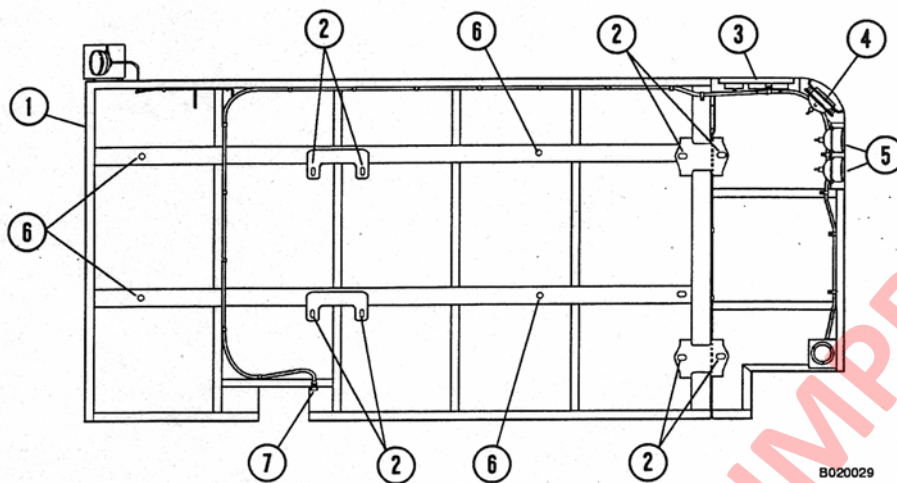

FIGURA 2-3. MONTAJE TÍPICO DE ESTRUCTURA DE PLATAFORMA
3. Saque la estructura de montaje del conjunto de la rejilla de las cuatro ubicaciones (6) como aparece en la Figura 2-3.
5. Desconecte el cableado eléctrico en el conector (7, Figura 2-3). Inspeccione bajo la plataforma y de ser necesario, saque los cables o mangueras que queden. (No es necesario retirar los cables de iluminación y abrazaderas).
7. Saque la estructura de montaje de la plataforma del soporte delantero (2).